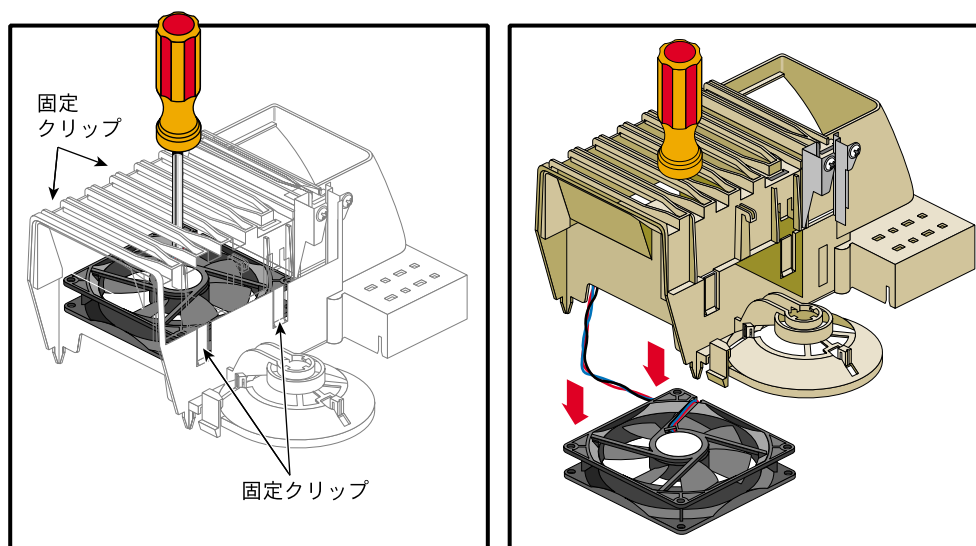

図2-15 プラスチックフレームからのファンの取り外し
6. ファンは4個の固定クリップによってプラスチックフレームに格納されています。ファンをプラスチックフレームから取り外すには、図2-15に示すように、フレームを下向きにして平らな面に置きます。
7. マイナスドライバーを使用して、ファンの中心をそっと押します。ファンを押しながら、ファン固定クリップをファンから1個ずつ引き抜いて外します。その手順を図2-15に図示します。